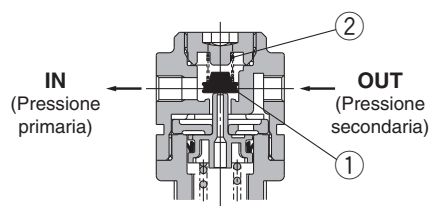

Figura 2
Quando la pressione primaria supera la pressione di regolazione, la valvola unidirezionale funziona come un regolatore normale (Figura 1). Quando la pressione primaria viene interrotta e scaricata, tutta la pressione applicata alla valvola ① si perde. La forza che mantiene in sede la valvola ① è esercitata esclusivamente dalla molla della valvola ②. Quando la valvola ① viene aperta mediante forza secondaria, la pressione secondaria viene scaricata sul lato d'ingresso. (Figura 2)
Figura 2 by-pass
Quando la pressione primaria viene chiusa e rilasciata, la valvola unidirezionale ② si apre e la pressione nella camera della membrana q viene rilasciata sul lato d'entrata (Figura 2).
Questo fenomeno abbassa la pressione presente nella camera della membrana ① e la forza generata dalla molla del regolatore di pressione ③ solleva la membrana. La valvola ④ si apre mediante un gambo, e la pressione secondaria viene rilasciata sul lato d'ingresso (Figura 2).